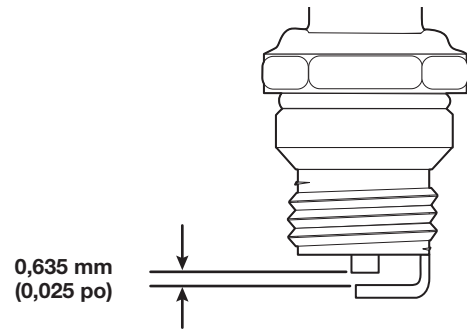

Fig. 17
4. Utilisez une jauge d'épaisseur pour régler l'écartement à **0,635 mm (0,025 po)** (Fig. 17).